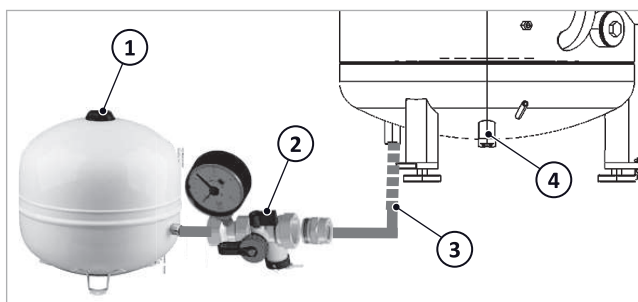

Fig. 4: MAG con gruppo di collegamento per SolvisBen
SolvisBen può essere ampliato con un impianto solare termico. Internamente dispone già di uno stratificatore solare → fig. 4 (4) per la stratificazione ottimale dell'energia termica solare nell'accumulatore, e di tutte le funzioni di regolazione per la regolazione del sistema in modalità solare. La stazione di trasmissione solare SÜS-5,5 disponibile come accessorio può essere collegata facilmente a SolvisBen con i nostri collettori solari e i relativi materiali di montaggio.